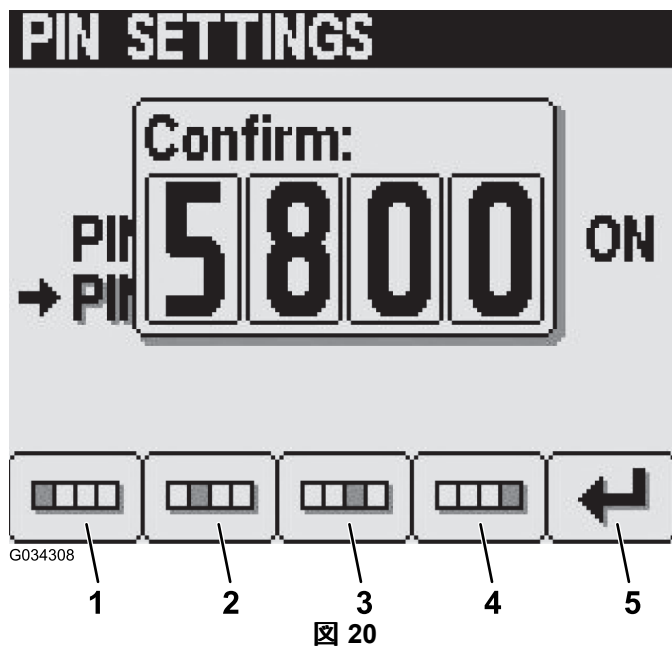

図 20
- ボタン 14 を使って PIN を承認し、承認が完了したらボタン 5 を押す 図 20。
注 PIN 設定の承認 図 20 の後、PIN 修正 Pin Correct画面が約 5 秒間表示されます。